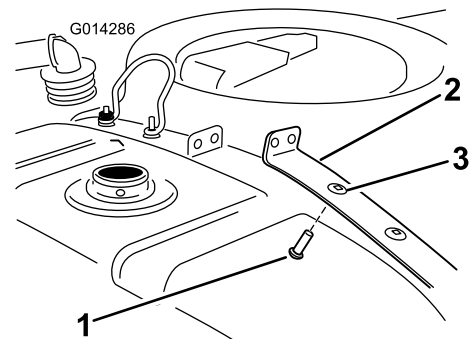

Bild 8
1. Setzen Sie eine Schlossschraube in das Innenloch am rechten hinteren Behälterriemen ein (Bild 8).